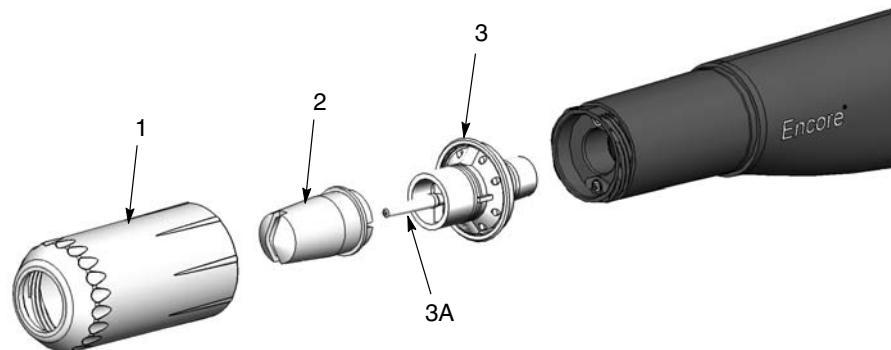

Figura 4-1 Ondepărtarea și instalarea duzei de pulverizare plată
1. Vezi Figura 4-1. Deșurubați în sens antiorar piulița duzei (1).
2. Trageți duza (2) pentru pulverizare plată de pe ansamblul electrodului (3).